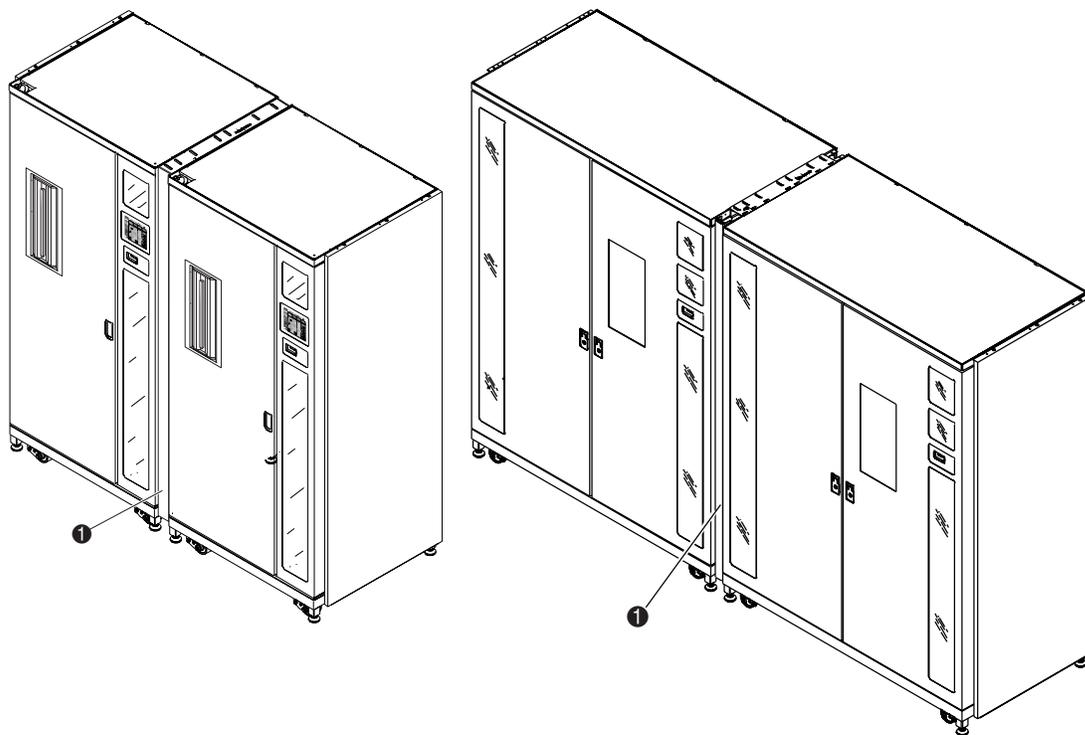

Figura 2-15. Installazione del pannello anteriore
- ❶ Pannello di copertura anteriore assemblato
- ❷ Vista dall'alto
8. Installare il gruppo del pannello nel primo spazio vuoto anteriore tra le librerie (❶ Figura 2-15). Verificare che le fessure aperte negli angoli dei pannelli trattengano tutte e quattro le viti (❷ Figura 2-2).